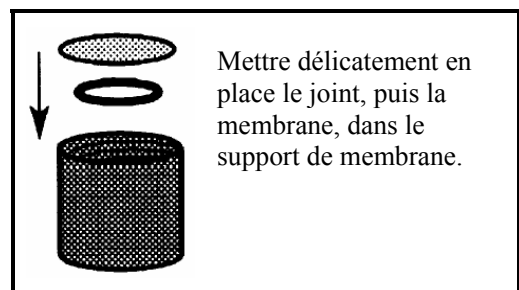

Figure 37 : Positionnement du joint et de la membrane
9. Installer une nouvelle membrane. S'assurer que la membrane recouvre le joint tout autour de sa circonférence. Voir figure 37.